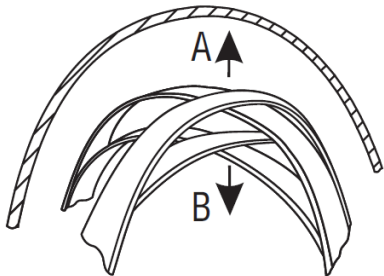

Figura 2 Casco protector
6. Empuje la correa de la parte superior de la corona del casco protector como lo muestra la flecha A en Figura 2.
**NOTA:** La correa de la corona inferior se moverá como lo muestra la flecha B en Figura 2.